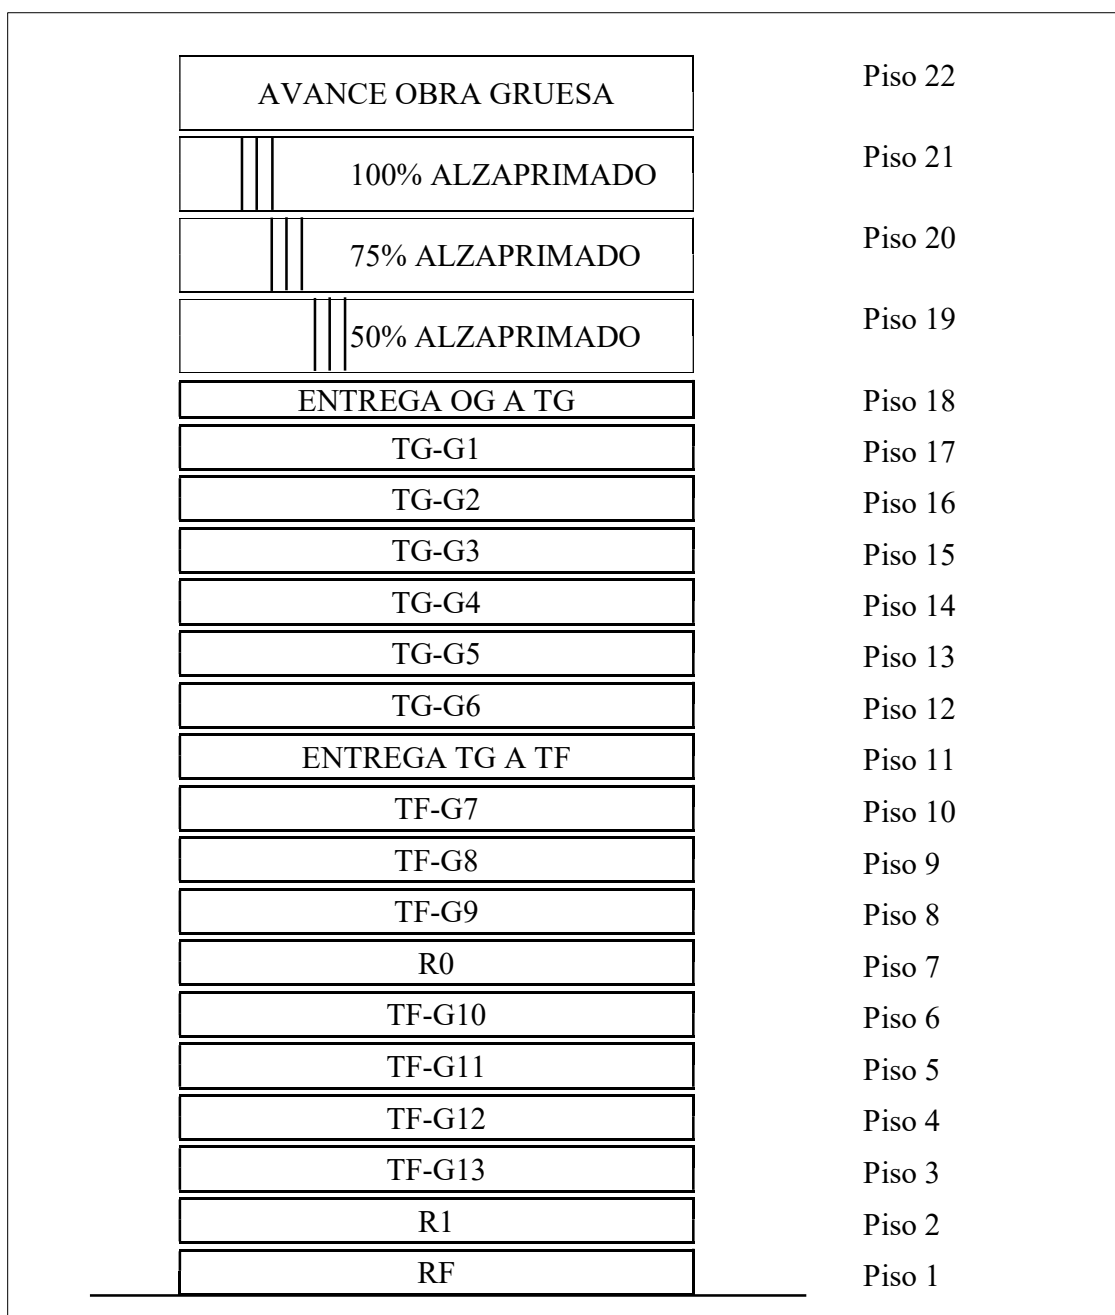

FIGURA 3.40: PLANIFICACIÓN TERMINACIONES
Se considera que existan pisos en recepción final (RF) mientras que aún se trabaja en la obra gruesa del edificio en los pisos superiores. En la figura 3.40 se puede apreciar la planificación de las terminaciones.